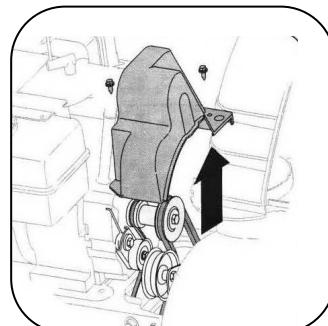

Рис.21
- ПРИМЕЧАНИЕ.** Слейте бензин из снегоочистителя. или поместите кусок пластика под крышку бензобака. См. рис. 21.